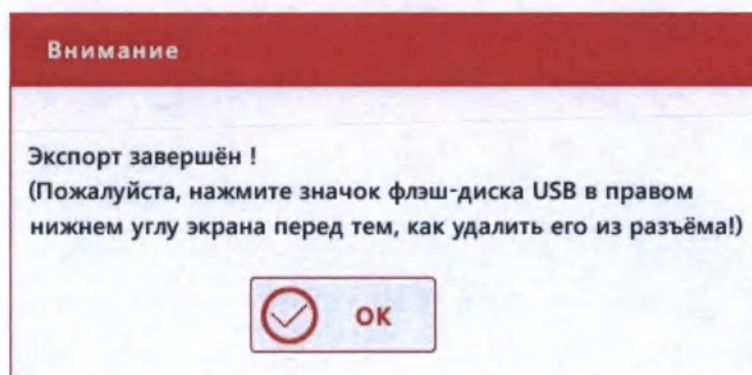

Рис.6.2-9 Информационное окно окончания процесса экспорта данных
- 6) Нажмите кнопку **«ОК»** для экспорта данных. В процессе вывода информации может ненадолго появиться окно с полосой прогресса, а по завершении экспорта всех данных появится окно, информирующее пользователя об окончании процесса экспорта (Рис.6.2-9).